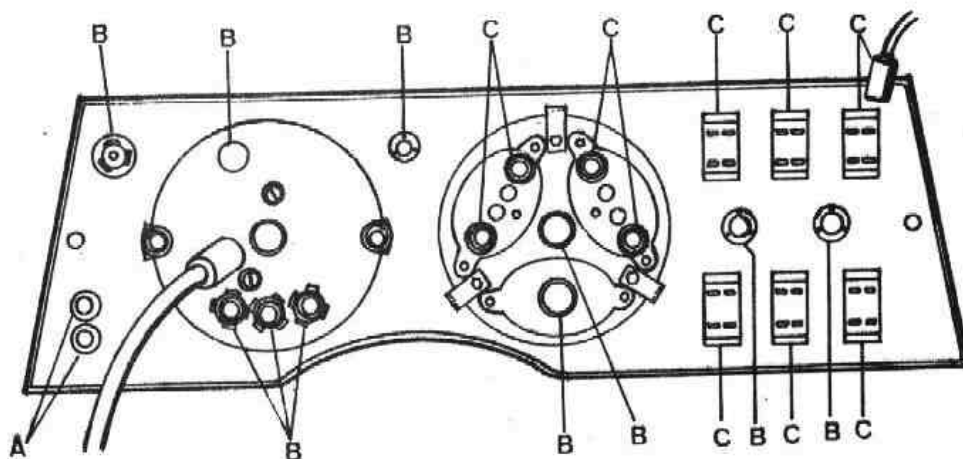

Fig. P-31 Desmontaje panel de instrumentos
- 1.4. Desconectar los cables del enchufe, A (Fig. P-31) de luz auxiliar.
- 1.5. Retirar todos los portalámparas conjuntamente con las lámparas de luz de - aviso y de alumbrado, B (Fig. P-31).
- 1.6. Desconectar todos los cables de los interruptores, C (Fig. P-31) y de los indicadores de temperatura y combustible.
- 1.7. Desconectar los cables de masa en las tuercas moleteadas de los paneles de instrumentos, D (Fig. P-31).